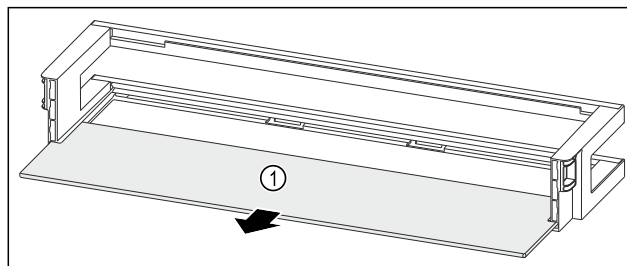

Fig. 80 Dvevní přihrádka s odkládací plochou
- Odkládací plochu Fig. 80 (1) odeberte.